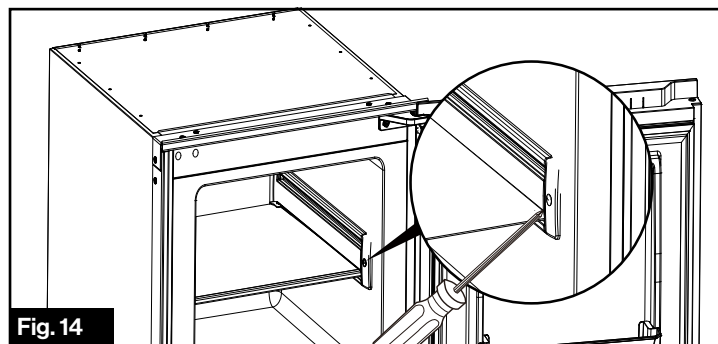

Fig. 14
3. Afloje el tornillo de fijación con un destornillador Phillips. (Fig. 14)